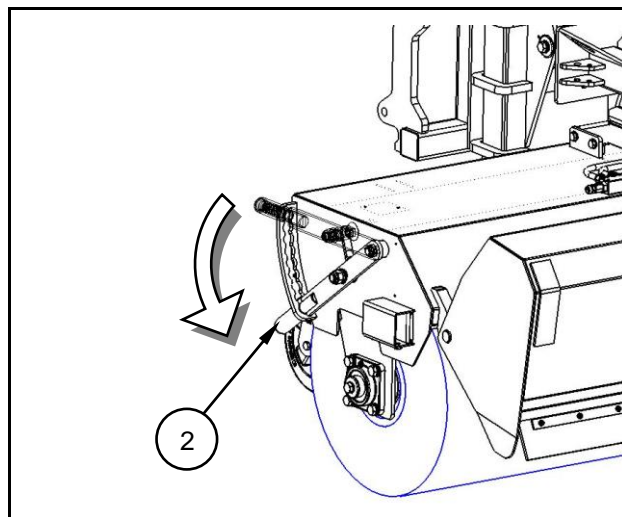

Fig. 6.2
- Placer le système à cliquet (2) sur la position la plus basse (fig. 6.2) des deux côtés.